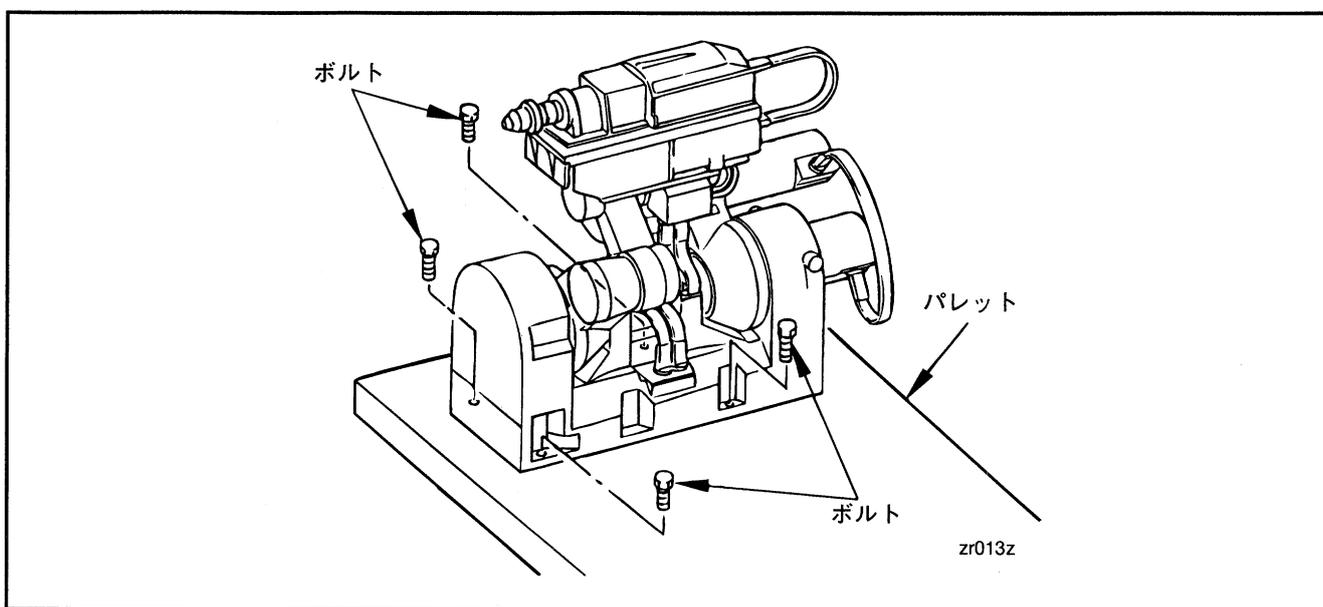

図5-56B ボルトの取り外し
- ④作業員Aはロボットを図5-56Bに示すパレットに固定しているボルト4個をはずしてください。
- ⑤作業員Bはクレーンを操作し、目的の場所までロボット本体を移動してください。